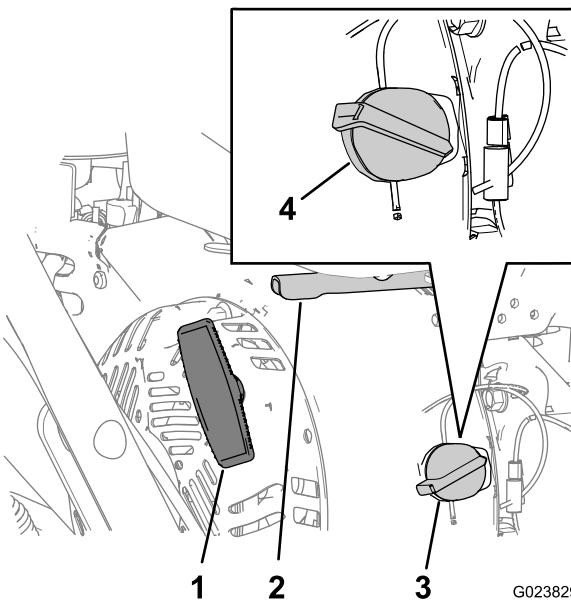

Рисунок 10
3. Установите рычаг дроссельной заслонки, расположенный сзади, с правой стороны двигателя, посередине между положениями МЕДЛЕННО и БЫСТРО (Рисунок 10).
4. Медленно вытягивайте рукоятку механического стартера, пока не почувствуете сопротивление, затем прекратите тянуть (Рисунок 10).
1. С правой стороны двигателя поверните двухпозиционный переключатель двигателя по часовой стрелке в положение Вкл. (Рисунок 10).
2. Установите рычаг дроссельной заслонки посередине между положениями МЕДЛЕННО и БЫСТРО (Рисунок 10).
двигателя в положение ВЫКЛ., чтобы заглушить двигатель (Рисунок 10).